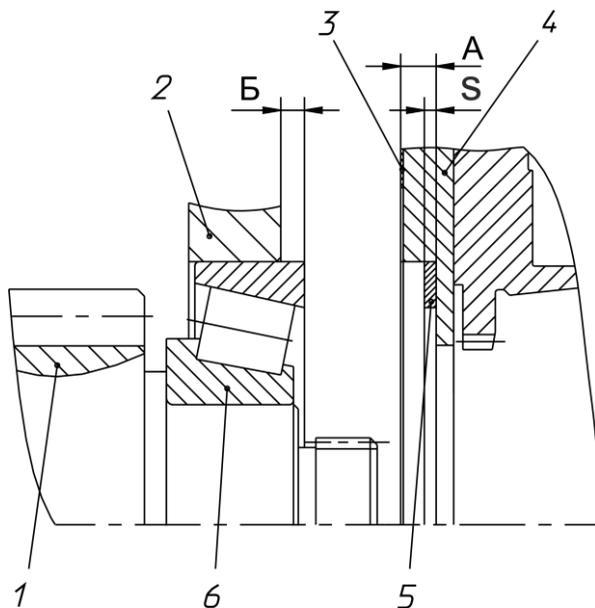

Рисунок 16 – Подбор толщины регулировочных прокладок:
3.1 Замерить абсолютные величины размеров А (между торцами уплотнительной прокладки и проставки) и В (между торцами картера и подшипника), рисунок 16. При этом торец ступицы шестерни привода промежуточного вала должен быть плотно (под усилием собственного веса вала) прижат к торцу технологического приспособления, а наружное кольцо заднего подшипника - к роликам.